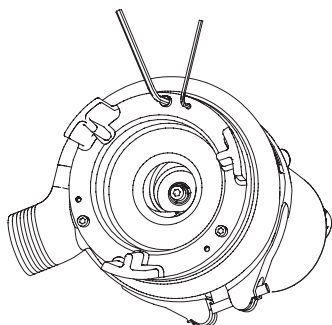

Рис. 14 Вид на насос со стороны всасывающего патрубка
d) Неверная регулировка зазора рабочего колеса.	Отрегулировать рабочее колесо. См. раздел 15.1. Регулировка зазора рабочего колеса , рис. 14.